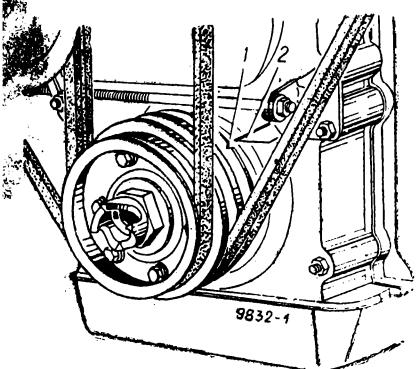

Рис. 56. Установка коленчатого вала в положение в. м. т.:
- 3) осторожно проворачивайте коленчатый вал до положения, при котором оба клапана первого цилиндра закрыты, а середина метки 1 (рис. 56) на шкиве коленчатого вала остановится против острия указателя 2, расположенного на крышке распределительных шестерен.